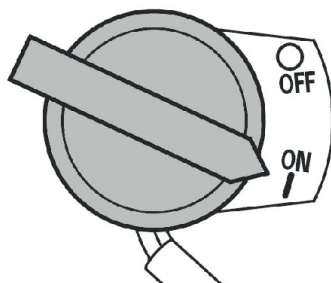

РИС. 9
5. Зажигание. Переведите выключатель зажигания в положение «ОН» (I) (Рис. 9).